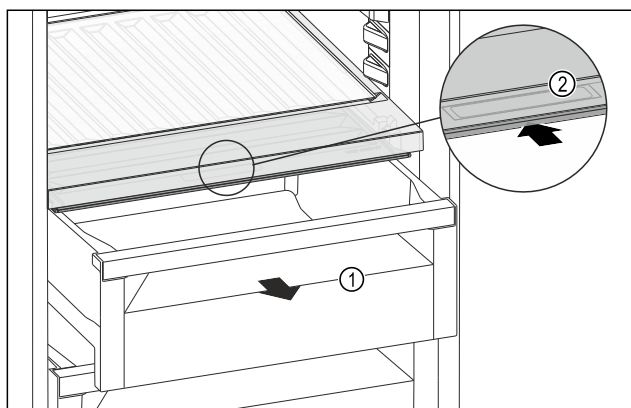

Fig. 157
- ▶ Zásuvku Fig. 157 (1) vytáhněte.
- ▶ Uchopte prohlubeň pro rukojeť Fig. 157 (2) na víku zásuvky a současně zasuňte víko zásuvky směrem dozadu.